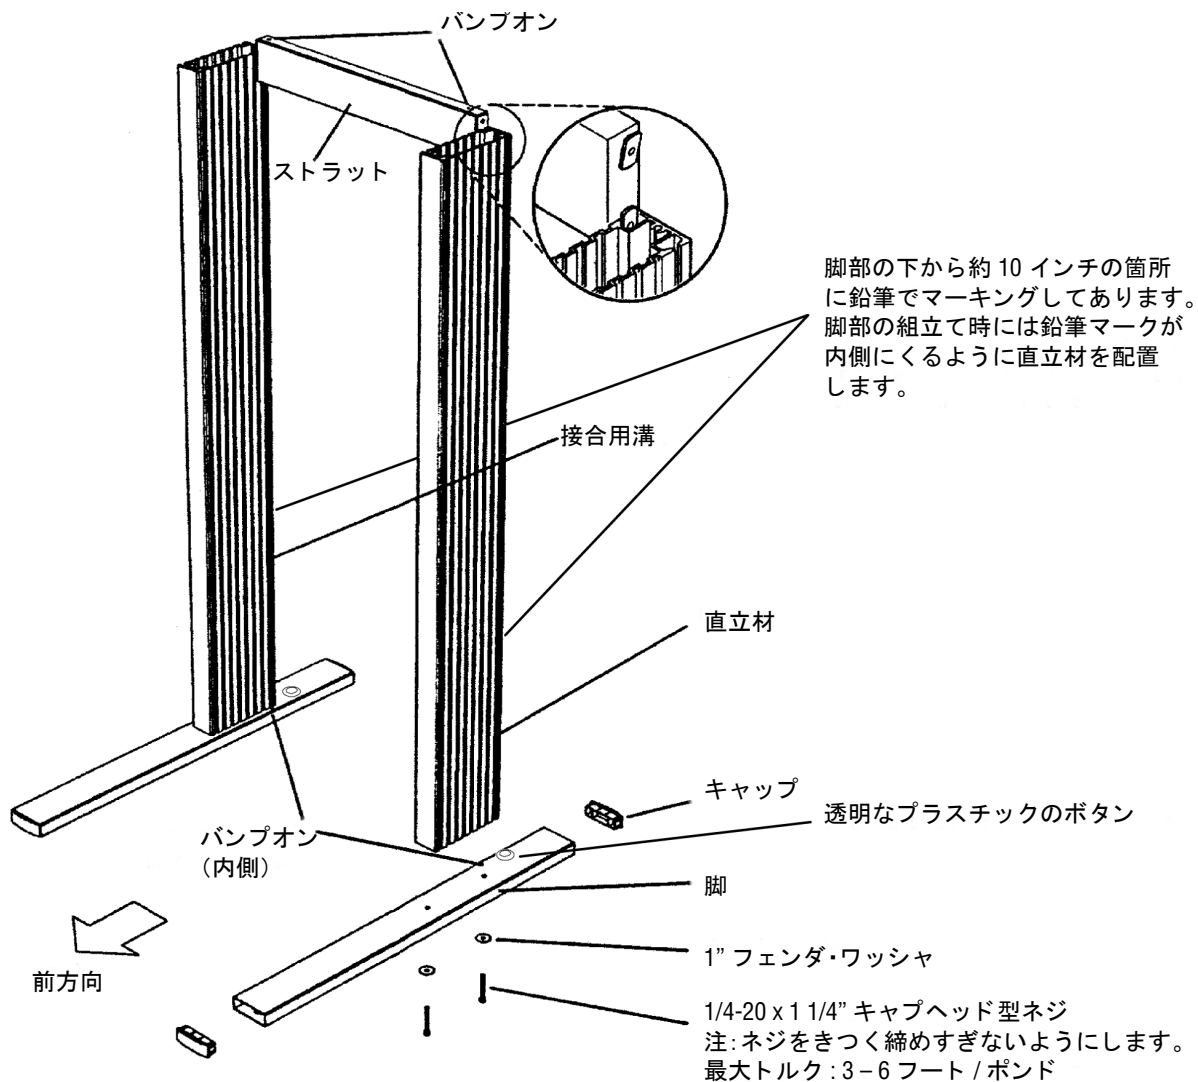

図 4: 脚部アセンブリとストラットの調整
3. 4つのバンプオン (プラスチックのボタン) を図 4 のように直線状に置きます。2つのバンプオンは両方の脚の上部表面内側に置き、支柱 (直立材) の後ろ側の接合用溝に沿うように合わせます。残りの2つのバンプオンはストラットの上部に置き、支柱の後ろ側の接合用溝に沿うように位置合わせします。
4. 図 4 に示すように、脚部アセンブリの間にストラットを水平に取り付けます。ストラットの開いている方が後部に向きます。ナットを脚部支柱の後ろ側の接合用の溝に合わせます。脚部アセンブリ間の間隔を調整しながら、ストラットを台車のベース（基底部）方向にスライドさせます。最後までスライドさせると、ストラットが脚部アセンブリのバンブオンの位置にしっかりと収まります。